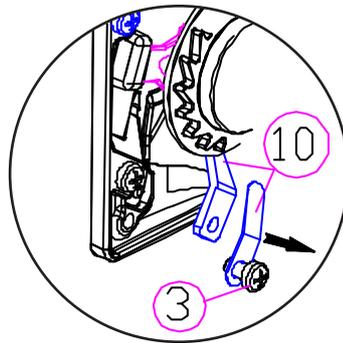

fig. 1
- Nel caso in cui la gettoniera da sostituire sia da 2 monete, si dovranno sostituire anche i componenti (10 e 3) come mostrato nella fig. 1.